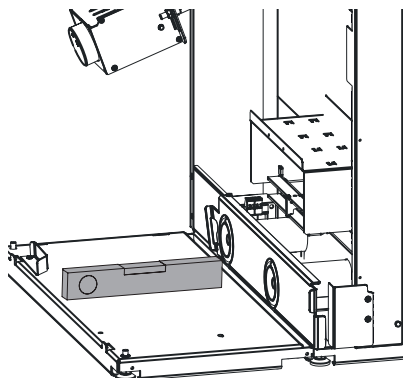

Fig. 62 Installare la caldaia
- ▶ Mediante le viti di regolazione, allineare la caldaia e la piastra di base orizzontalmente o leggermente sollevate verso dietro – Fig. 62.